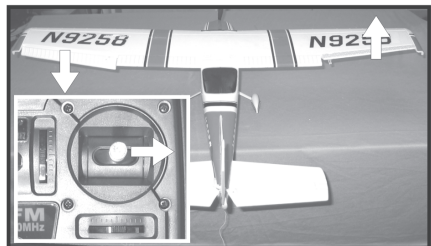

Figure 18c
- Quand vous tirez le levier de commande droit de l'émetteur (voir fig. 2, pos. 4) vers la droite, l'aileron gauche (1) doit braquer d'env. 1,2 cm vers le bas et l'aileron droit (2) doit braquer d'env. 1,2 cm vers le haut, voir figure 18c.